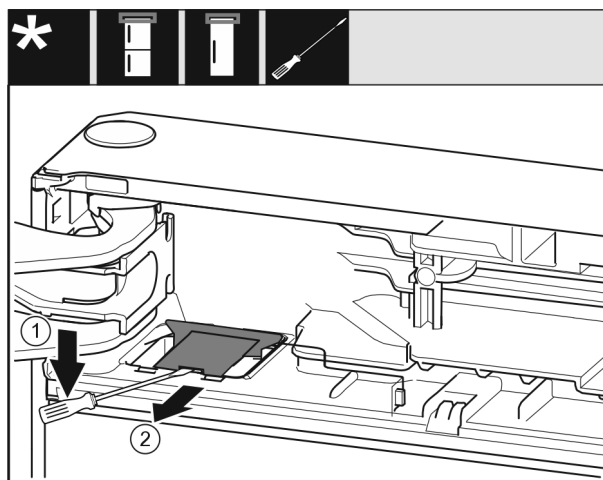

Fig. 10
- Wyczepić osłonę Fig. 10 (1) śrubokrętem.
- Wyjąć osłonę Fig. 10 (2).